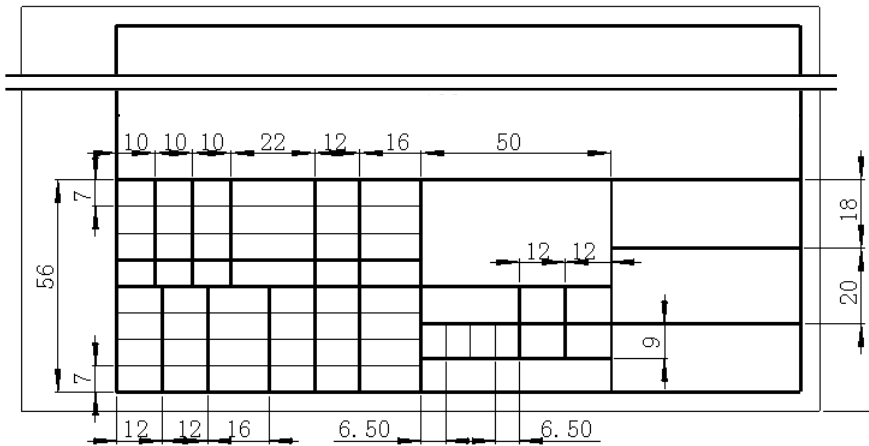

图 3.3.6 添加标题栏
Step5. 添加标题栏。利用草图工具绘制图 3.3.6 所示的标题栏，并添加尺寸约束及设置线宽。